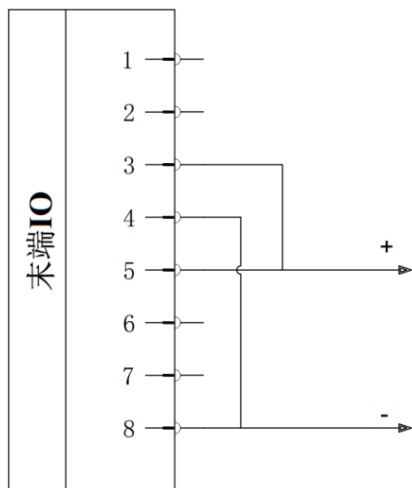

图 2-45: 双针模式 1 接线
2) 接线方法：如下图 2-45，将电源线（5 棕色）与 TI3/TO3/PWR2 线（3 橙色）连接，接地线（8 蓝色）与 TI2/TO2/GND2 线（4 黄色）连接。